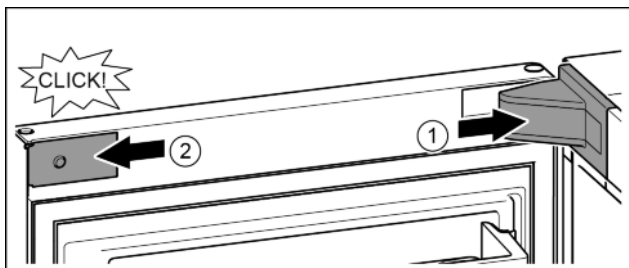

Fig. 19
- ▶ Założyć osłonę płytki zawiasu i zazębnić, ew. ostrożnie odsunąć. Fig. 19 (1)
- ▶ Założyć zaślepkę z boku i zazębnić. Fig. 19 (2)